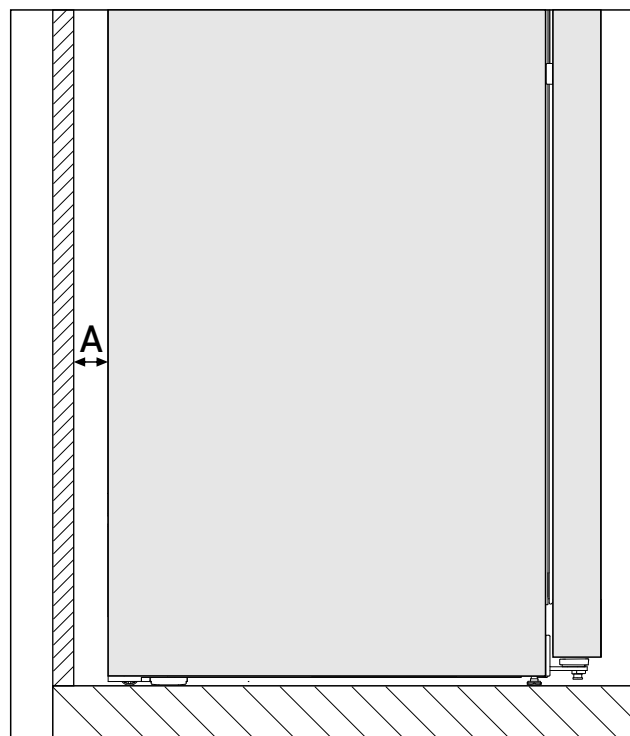

Fig. 2 *
Az energiafogyasztás megállapítása a készülék hátoldala és a fal közötti Fig. 2 (A) távolság mellett történt. Ha a faltól való távolság kevesebb mint Fig. 2 (A), az nincs hatással a készülék működőképességére, viszont ha túl csekély a faltól való távolság, az kis mértékben megnöveli a készülék energiafogyasztását.